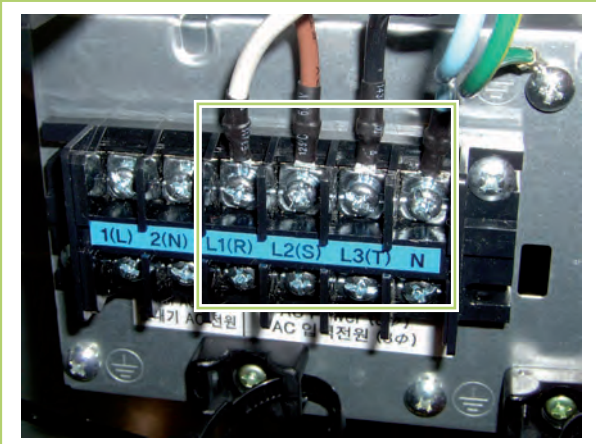

Abb. 36: Anschlussklemme Außenmodul CMF 180 Duo
- Es ist darauf zu achten, dass nur die Klemmen L1(R), L2(S), L3(T) und N angeschlossen werden (siehe Abb. 36).